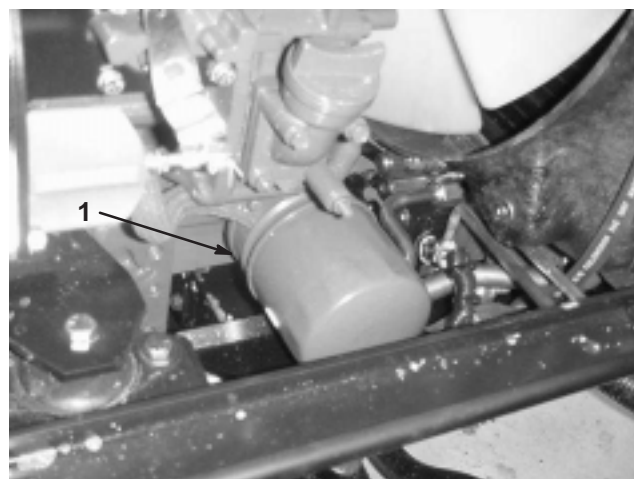

Bild 49
2. Entfernen Sie den Motorölfilter (Bild 49). Ölen Sie die neue Dichtung am Ölfilter leicht mit frischem Öl ein, bevor Sie den Filter eindrehen. **Nicht zu fest ziehen.**